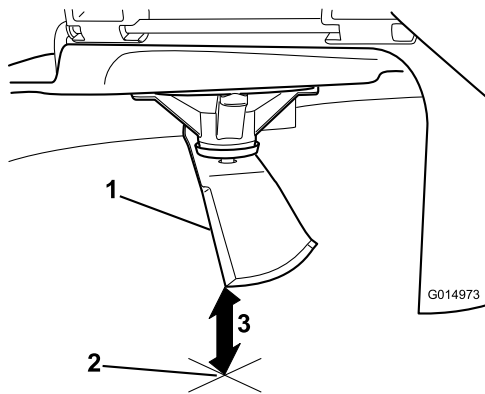

Figure 104
3. Mesurez la distance entre la pointe de la lame et la surface plane (Figure 104).